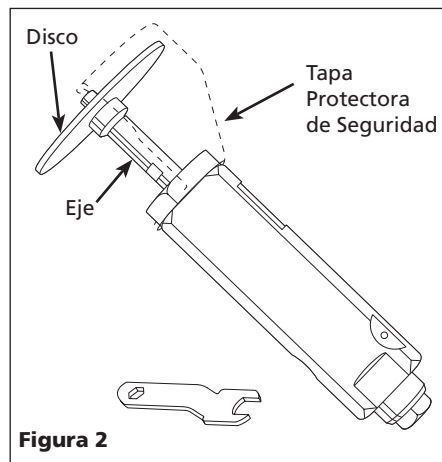

Figura 2
3. Centre el nuevo disco en el eje (Vea Figura 2). Cerciórese de que disco que va a usar esté diseñado para el número de  $s^{-1}$  de la herramienta neumática (Vea IN170102AV). Apriete bien el tornillo.